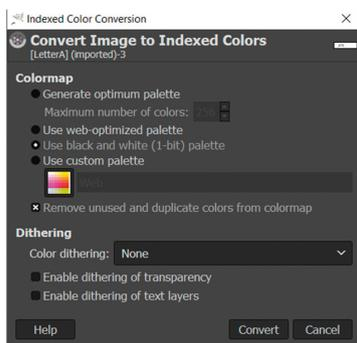

Рис.9.23: Выберите 1-битную палитру с черным и белым цветом.
- Щелкните **Изображение** → **Режим** → **Индексированный** выберите **Использовать** черно-белое (1-битное палитру (рис. 9.23). Щелкните **Преобразовать**.